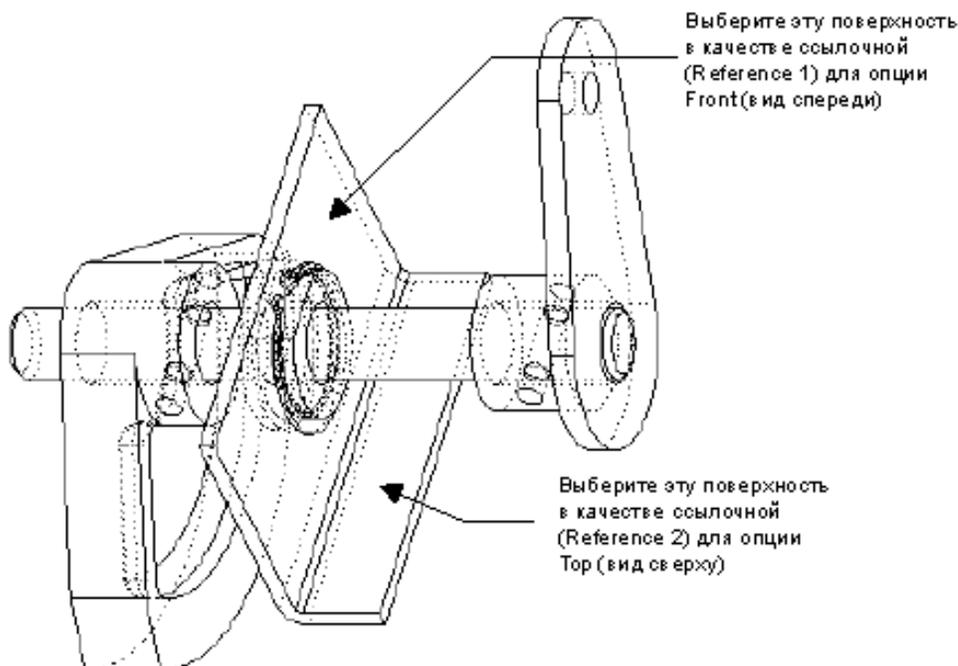

Рисунок 12: Выбор Поверхностей для Ориентации
5. выберите следующую поверхность (см. Рис. 12) скобки в качестве Reference 2. Модель изменяет свою ориентацию.